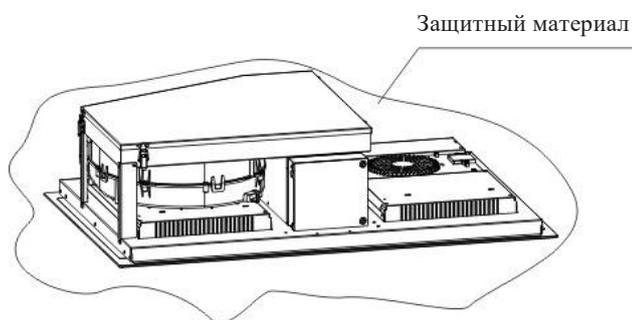

Рис. 1
2. Положите полотенце или скатерть на поверхность стола. Положите панель лицевой стороной вниз на защищенную поверхность. Смотрите рис. 1.
2. В корпусе шкафа должно быть проделано отверстие размером примерно 230x100 мм в направлении выхода воздуха, см. рис. 1.